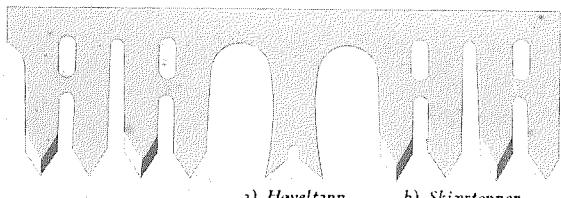

Fig. 20.
c. *Høveltanning*. Spesielle tenner skjærer av fibrene mens andre — høveltennene (flissoperne) — høyler sagspoen løs og fører den bort. Høveltennene er uten vigg og litt kortere enn skjærtennene. Se fig. 20 og 21.